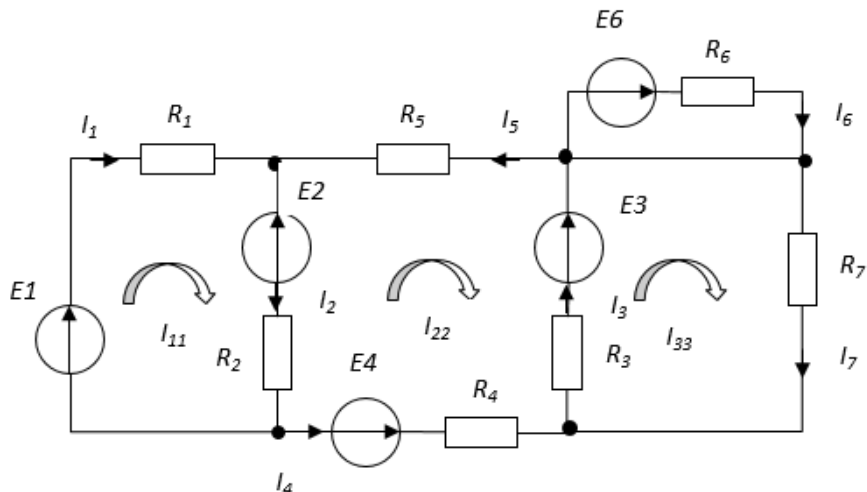

Рис.8. Схема сложной цепи постоянного тока
**Пример.** Определить токи ветвей методом контурных токов, узловых потенциалов. Составить баланс мощности. Расчеты выполнить для схемы сложной цепи постоянного тока, приведенной на рис. 8. Параметры схемы:
Величины токов в остальных ветвях схемы определяем методом **контурных токов**. Выберем три независимых контура (рис.8). Направления обхода контуров контурными токами  $I_1$ ,  $I_2$ ,  $I_3$  показаны на рисунке. Составляем систему контурных уравнений на основании второго закона Кирхгофа.